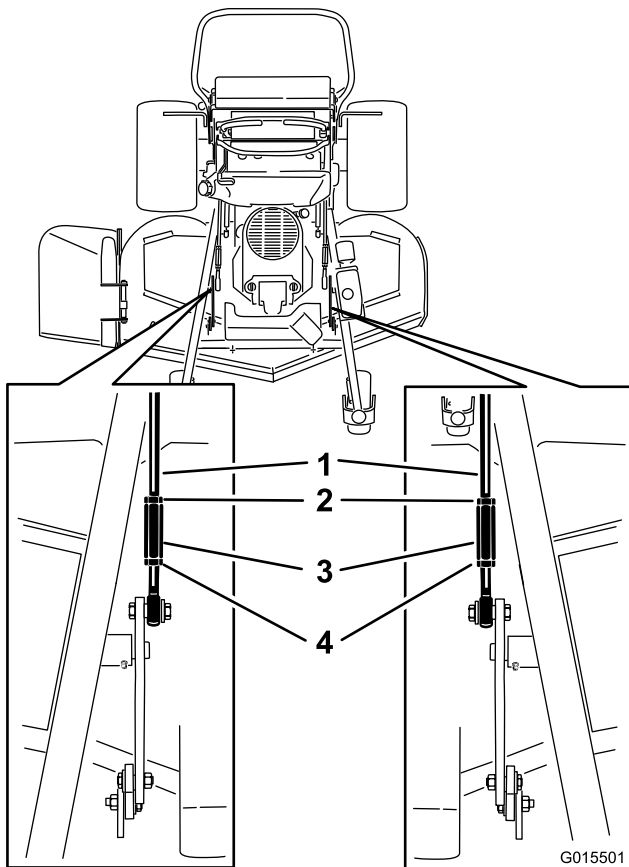

Figure 91
3. Pour les tabliers de coupe de 60 pouces, desserrez les deux écrous avant et arrière et les biellettes de relevage sur les tiges de réglage (Figure 91).
5. Pour les tabliers de coupe de 152 cm (60 pouces), serrez les biellettes de relevage (Figure 91).